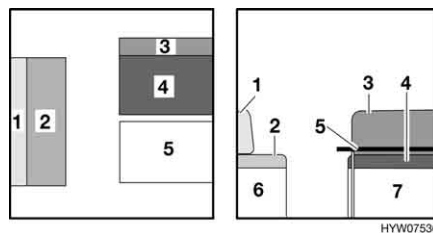

Fig. 105 Prima della trasformazione
- Allungare il tavolo sospeso (Fig. 105,5) e trasformare il tavolo sospeso allungato in una struttura di supporto letto (vedi paragrafo 6.7).
- Rimuovere i cuscini dello schienale (Fig. 105,1 e 3) e riporli.